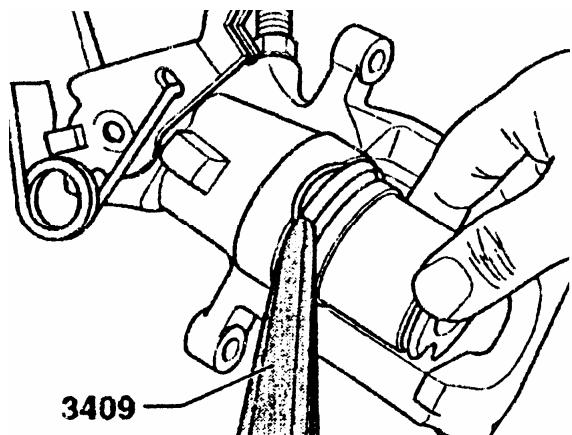

图 13-76 装入护盖内密封唇
(1) 用酒精清洗活塞和密封圈表面并晾干。安装前, 活塞和密封圈上涂 G 052 150 A2。
(2) 将护盖外密封唇装到活塞上。
(3) 如图 13-76 所示, 用 3409 装入护盖内密封唇, 注意应将活塞固定在制动钳壳体前。